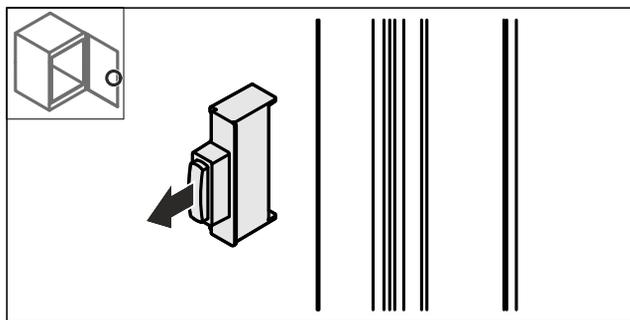

図17
- 図17で取り外したドアストッパーを180°回転させ、反対側へ差し込みます。